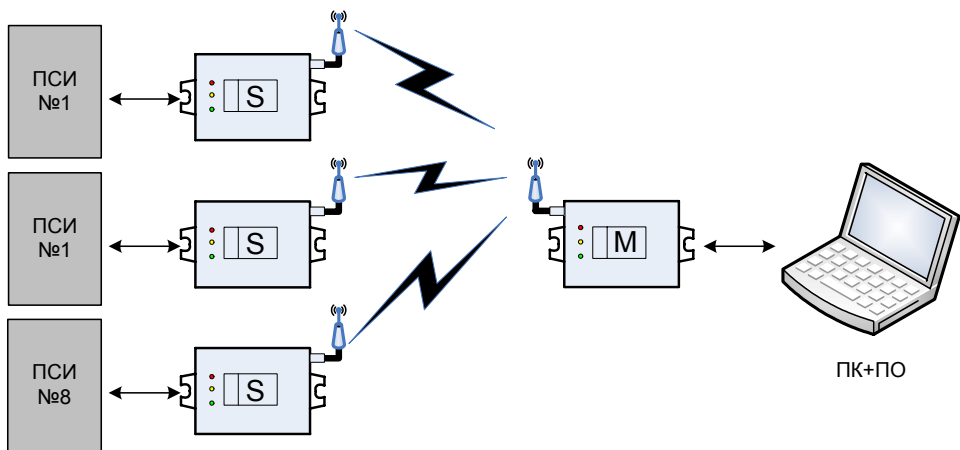

рис. 3
3.1.3. Соединение «точка – много точек». При таком построении сети один «Ведущий» работает с несколькими «Ведомыми», расположенными на удаленных объектах. Настройка радиомодулей в таком режиме называется «**Адресный Канал**». «Адресный Канал» - это один из методов защиты информации, реализованный логическим способом. В данном случае, протокол, обеспечивающий удаленное соединение, формирует специальную последовательность символов, называемую «адресом», которую опознают одинаково настроенные радиомодули. Такой метод защиты информации позволяет работать в непосредственной близости однотипным радиомодулям, настроенным на различные «адресные каналы» и при этом, не мешать друг-другу (см. рис.3).